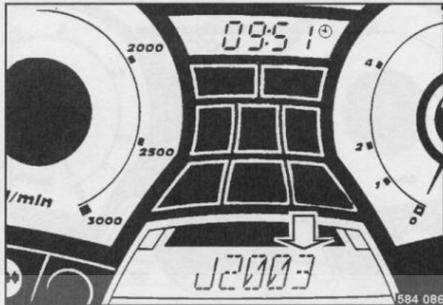

fig. 74
- Avec la touche F3, sélectionner le champ suivant "Année" (fig. 74) et régler l'année au moyen des touches F2 ou F4 (fig. 69).